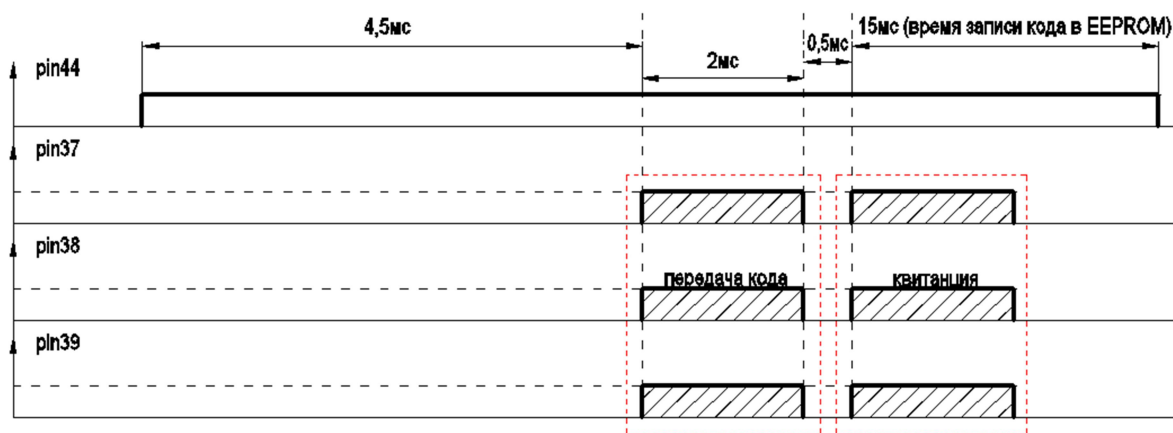

Рисунок 4 - Временная диаграмма записи полученной информации в EEPROM при UPR5=1.
– уровень логического нуля на входе UPR5 – кодовая посылка (заданное время) производится без предварительной передачи фиксированного байта данных по выходам MST0, MST1, MST2 микросхемы, рисунок 4;